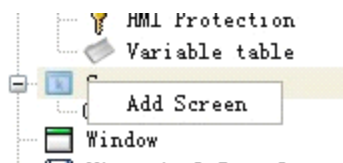

Рисунок 4-1 Опция "Screen"
1. Выберите команду “New Screen” в меню “Screen” или щелкните  на панели инструментов или сделайте двойной щелчок на "Screen" в менеджере проектов, а затем щелкните “Add Screen” в контекстном меню. Смотрите рисунок 4-1.